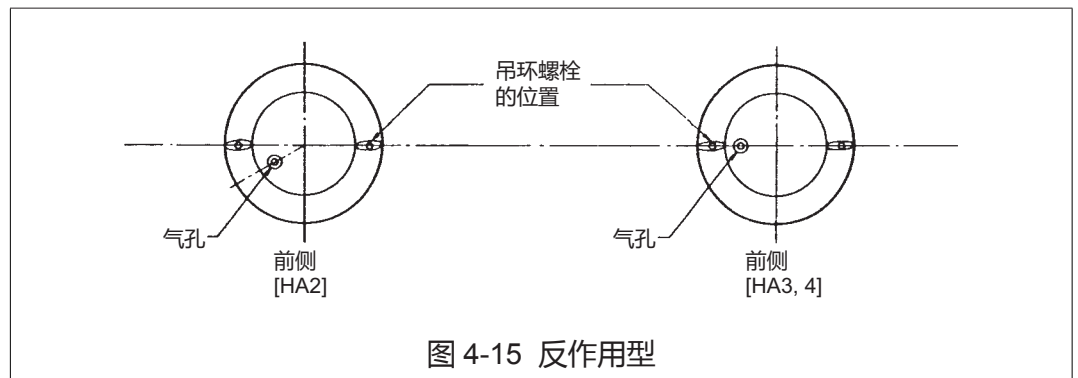

图 4-15 反作用型
- (5) 放置上膜片盖然后用一对吊环螺栓对其进行固定。将气孔设定到如图(图 4-15)所示的位置。交替并均匀松开一对吊环螺栓。使用这对吊环螺栓可对弹簧进行初始定位。